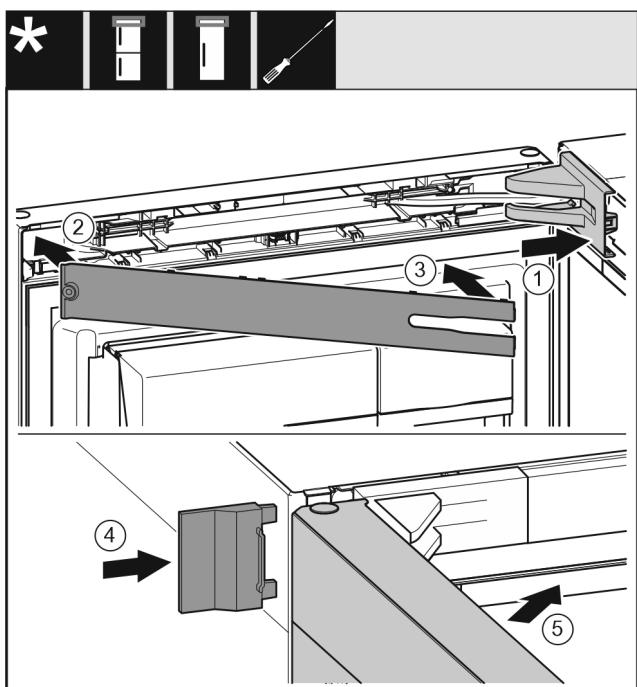

Fig. 57
- Lagerbockabdeckung Fig. 57 (1) aufsetzen und einrasten, ggf. vorsichtig auseinanderdrücken.
- Blende Fig. 57 (2) aufsetzen.
- Blende Fig. 57 (3) einschwenken und einrasten.
- Äußere Abdeckung Fig. 57 (4) aufschieben.
- Obere Tür Fig. 57 (5) schließen.